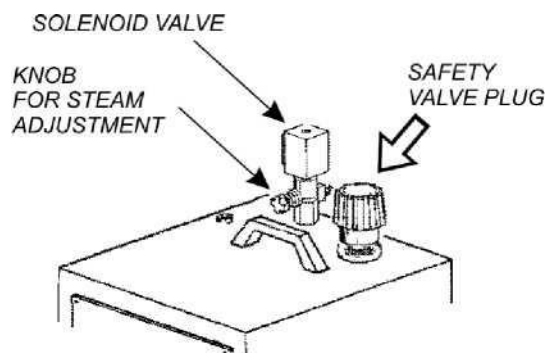

Fig. 3
4. Așteptați ca lampa cazanului să se oprească (fig. 2 A), manometrul trebuie să marcheze aproximativ 2,8 bari (fig. 2 B). Se confiscă fierul de călcat cu mâner de plută și apasă micro-comutatorul fierului de călcat (fig. 5) de 4 sau 5 ori, astfel încât aburul să iasă. Este important să vă asigurați că este un abur saturat (prin apăsarea micro-comutatorului cu fierul de călcat îndreptat spre podea). Este posibil să reglați fluxul de abur prin rotirea roții de mână plasate pe supapa solenoidului (fig. 3). Acum totul este gata pentru călcat. În timpul funcționării de călcat, lampa cazanului pornește și oprește semnalizarea că mașina funcționează corect (fig. 2 A).
10. **Nu înlocuiți niciodată dopul supapei de siguranță (fig. 3) cu alte tipuri de prize. N.B. dopul supapei de siguranță este setat la 4,5 bari și are funcția de supapă de siguranță.**
5. Când BARBARA 31 PORTABLE MODEL este utilizat cu o placă non-vid unele pete circulare de apă s-ar putea forma. În acest caz, reduceți fluxul de abur prin buton pentru reglarea aburului (fig. 3). Se recomandă combinarea mașinii cu un vid și o masă de călcat încălzită.
Când apa din cazan este terminată, lampa "lipsă de apă" se aprinde (fig. 2 E). În acest moment deconectați conectați, rotiți dopul supapei (fig. 3) de 360° și așteptați ca aburul să iasă complet. Deșurubați dopul supapei cu grijă și așteptați 5/10 minute.
Goliți periodic cazanul. Efectuați această operație atunci când MODELUL PORTABIL BARBARA 31 este oprit, rece și mufa deconectată. Așteptați cel puțin 1 oră după oprire. În timpul acestei proceduri, purtați mănuși adecvate pentru a evita arsurile accidentale. Deșurubați dopul supapei (fig. 3) și rotiți MODELUL PORTABIL BARBARA 31 spre dreapta, astfel încât apa și posibilele impurități să iasă.
4. mufa supapei de siguranță la fiecare 2500 de ore. de călcat sau de maximum 3 ani (fig. 3).